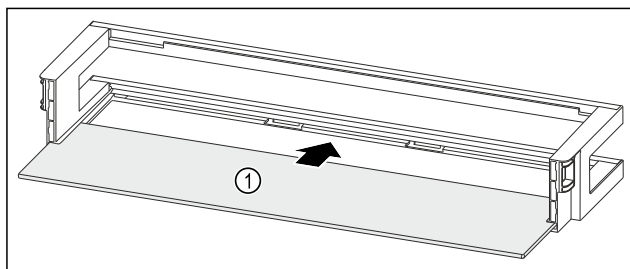

Fig. 66 Estantes en la contrapuerta con estante
- Introduzca el estante Fig. 66 (1) en las entalladuras laterales.